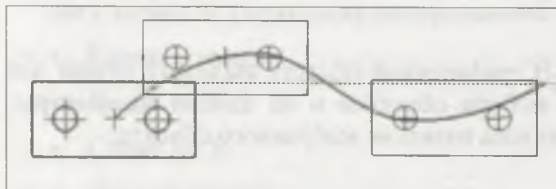

Рис. 11.12. Копии прямоугольников по кривой Бэзье
Для создания массива копий вдоль кривой (рис. 11.12) возьмем чертеж планки с двумя отверстиями (Эскиз 5), как в предыдущем разделе, но только добавим кривую Безье.
- ◆ укажите направление простановки копий, щелкнув мышью с той стороны, где необходимо расположить копии, — копии будут автоматически созданы (рис. 11.12);